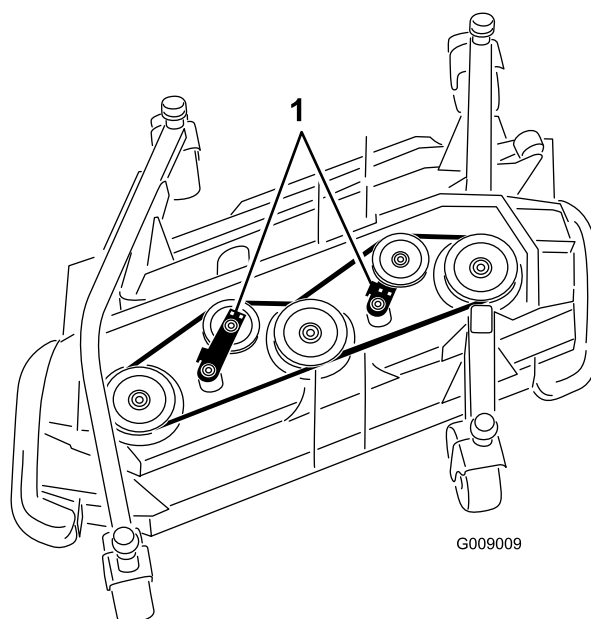

図 84
3. ラチェットレンチのようなものを使って、アイドラプーリ (図 84) を駆動ベルトから離してベルトの張りをなくし、プーリからベルトを外す。